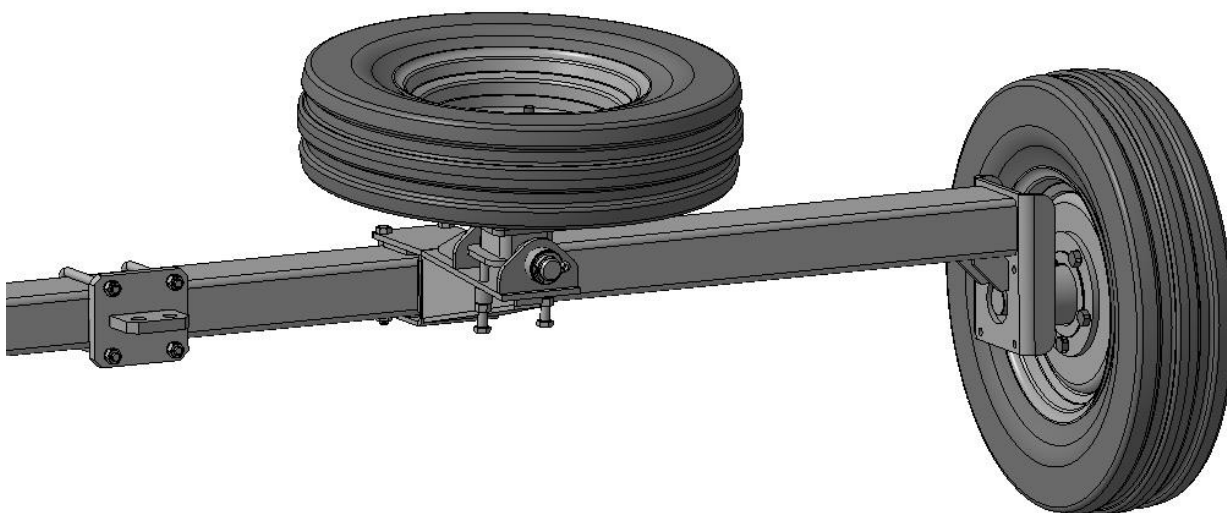

Рисунок 14 – Установка колес, транспортных стоек и подвесок
- установить на края крыльев колеса (рисунок 14);